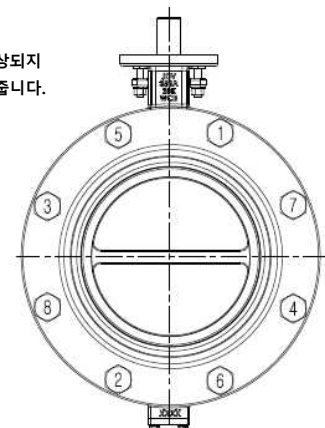

Figure 5.
- 플랜지 볼트를 삽입하여 살짝 조인 후 디스크를 완전히 열어 디스크가 파이프 내부에 닿지 않는지 확인 후 디스크를 닫고 볼트를 Figure 5와 같이 대각선으로 차례로 완전히 조여 줍니다.
- 가스켓으로부터 누수가 없는지 주의 깊게 확인하여야 하며, 누수 시에는 플랜지 볼트를 순서대로 조여 줍니다. (Figure 5. 참조)